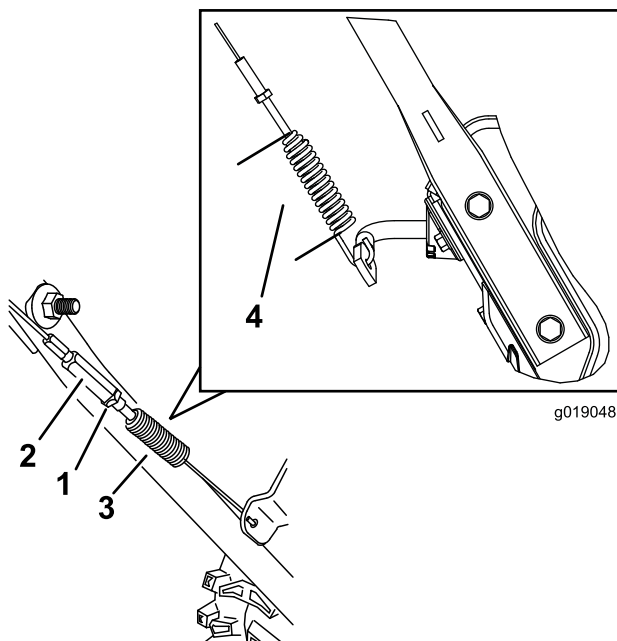

Figure 36
4. Serrez le contre-écrou (Figure 36) en vérifiant que le câble est légèrement tendu.